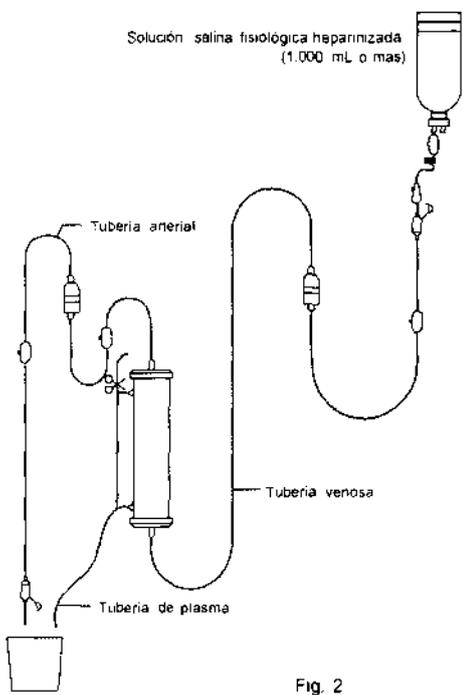

Fig. 2
- (2) Cuelgue un recipiente (1.000 mL o más) de solución salina fisiológica heparinizada en la parte superior del soporte de irrigador, conecte un conjunto de infusión y llene el conjunto de infusión con solución salina fisiológica heparinizada, cerciorándose de que ninguna burbuja de aire quede en el sistema.
- (3) Conecte la tubería venosa en el conjunto de infusión y deje correr la solución salina fisiológica heparinizada para llenar el interior y expulsar todas las burbujas de aire.
- (4) Quite la tapa de salida de sangre y conecte el Plasmaflo™ OP a la tubería venosa llena de solución salina fisiológica heparinizada. Reponga verticalmente en el apoyo con la entrada de sangre hacia arriba. Quite la tapa de la entrada de aire, conecte la línea arterial y quite la pinza (A) de la tubería de plasma. Después deje correr 1.000 mL o más de solución salina fisiológica heparinizada para enjuagar la parte interna del separador de plasma y las tuberías de sangre para expulsar todo el aire y llene el recipiente con la solución salina fisiológica heparinizada. Se recomienda un caudal de 50 - 100 mL/min. La solución salina fisiológica heparinizada que entre en el separador de plasma debe drenarse tanto de la entrada de sangre en la parte superior como de la salida de plasma lateral (Fig. 2).